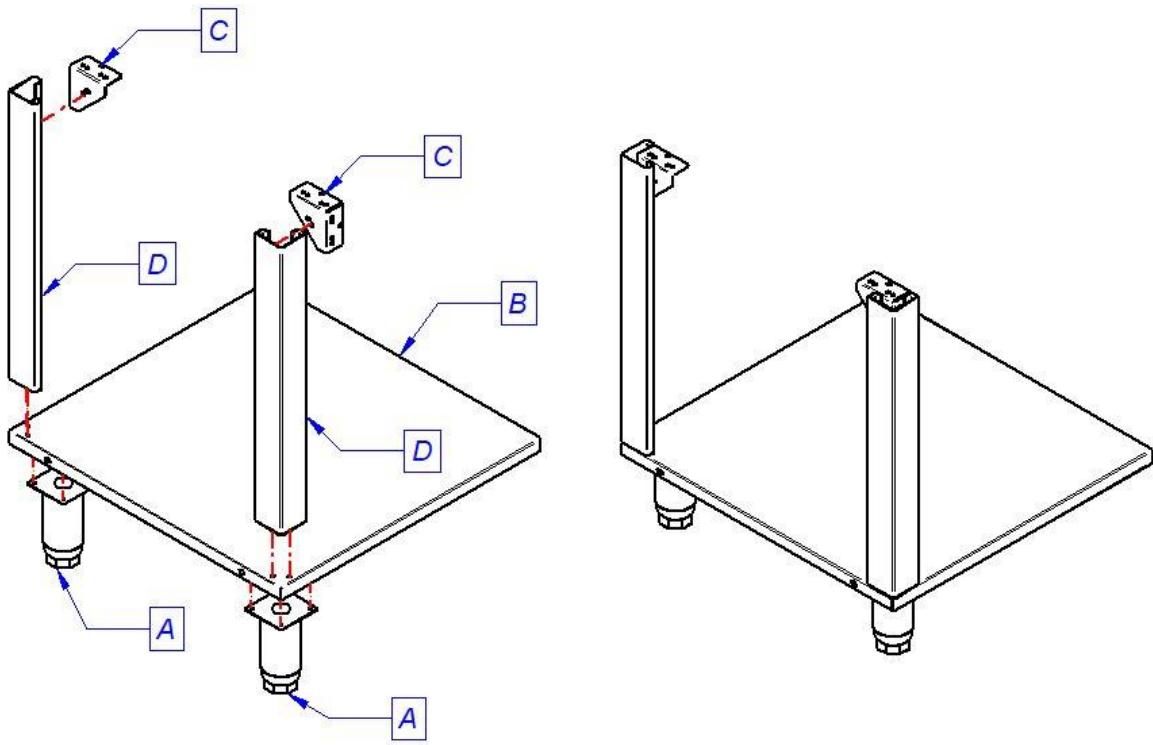

Imagen 8.- Pre-montaje de la bandeja de secado
- Premontar la bandeja de secado. Ver *imagen 8*: